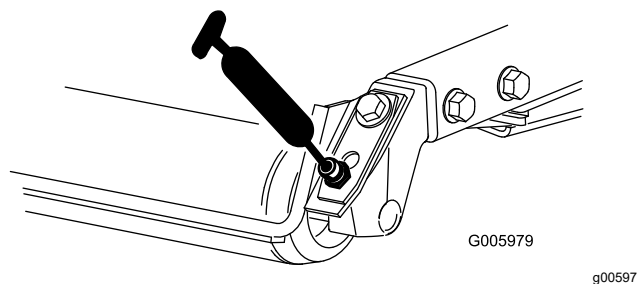

Figura 38
- Cojinetes de rodillo trasero (2 por carcasa del cortacésped) tal y como se muestra en la Figura 38